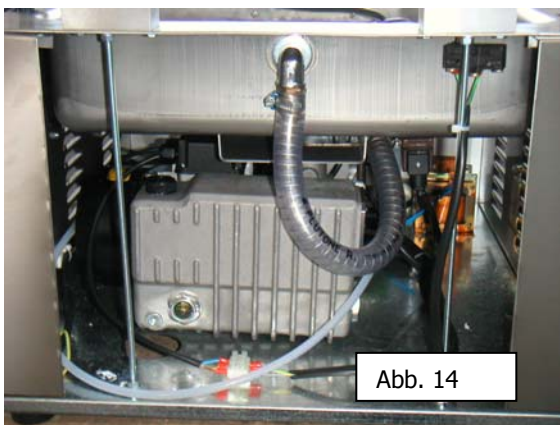

Abb. 14
2. Das Gehäuse wie in der Abbildung 14 dargestellt abnehmen.